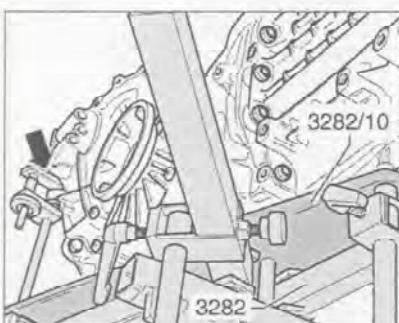

Рис. 7.40. Выровняйте выверочную доску параллельно коробке передач и закрепите крепежный зажим (стрелка) на ней.
27. Выровняйте выверочную доску параллельно коробке передач и закрепите крепежный зажим (стрелка) на ней (рис. 7.40).